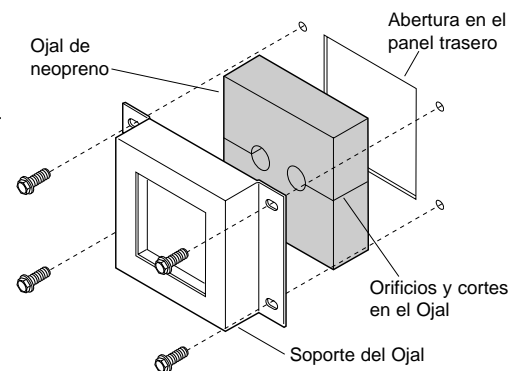

Figura 3 – Ojal para cables
1. Quite el soporte del ojal del cable del panel trasero (ver Figura 3).